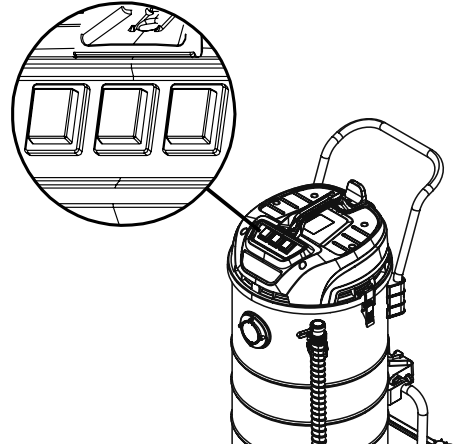

Fig. 17 – Botão liga/desliga
2. O Aspirador APV 3690 possui três motores com três chaves liga/desliga separadas, desta forma o operador pode utilizar apenas um motor ou dois motores ou para aplicações onde se faz necessária uma maior força de sucção pode utilizar os três motores (Fig. 17).